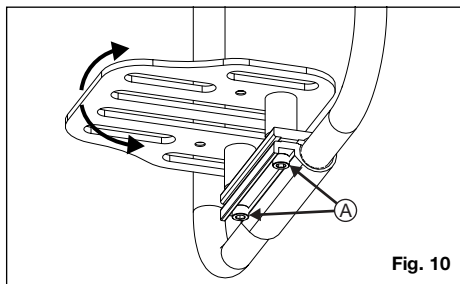

Fig. 10
1. Løsne de to skruene (fig. 10:A) på bunnen av fotstøtten med en 4 mm unbrakonøkkel.
2. Vri fotstøtten til ønsket vinkel og fest ved å stramme de to skruene på nytt (fig. 10:A).